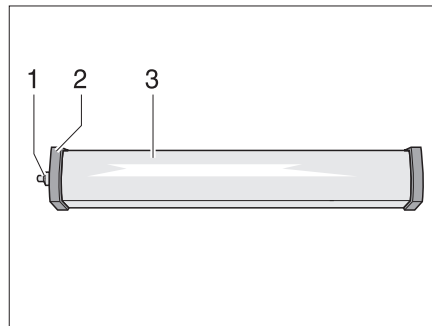

Fig. 277 Luz del habitáculo
- Desatornillar la caperuza (Fig. 277,1).
- Retirar la tapa (Fig. 277,2).
- Comprimir ligeramente la cubierta de la luz (Fig. 277,3) y retirarla.